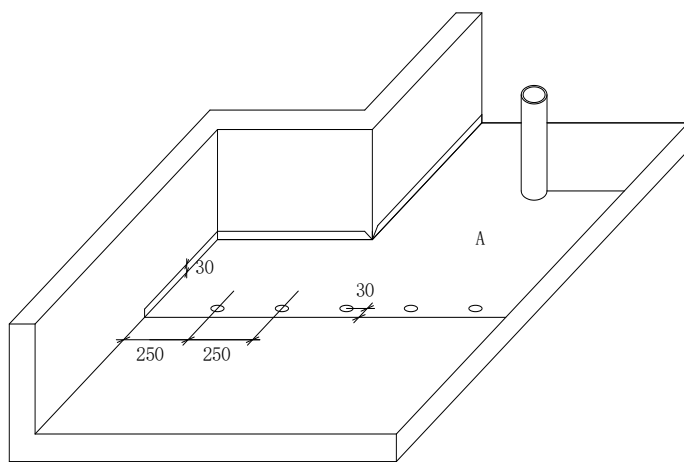

图 3 平面卷材及搭接边固定
(1) 基层立面已涂刷胶粘剂，可以采用热风枪加热粘接卷材；
(2) 所有平面卷材采用 1.5mm 厚 P 类 PVC 防水卷材。平面卷材上翻至立面 30mm（图 3）。竖向阴角多余部分剪除，竖向阳角可留有缺口；
(3) 出屋面管道部位破开平面卷材穿入，不得从管顶套入；
(4) 平面 A 块卷材应采用 C 型垫片和 SW 螺钉固定，垫片中心距卷材边为 30mm，间距 250mm，以水平阴角为起点排距（图 3）；